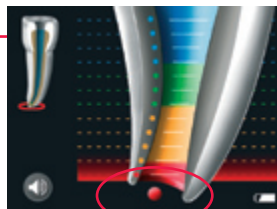

Рис. 5
**4** Красная предупредительная точка (см. рис. 5): апикальное отверстие уже было пройдено (**ВНИМАНИЕ!** Избыточная механическая обработка корневого канала).